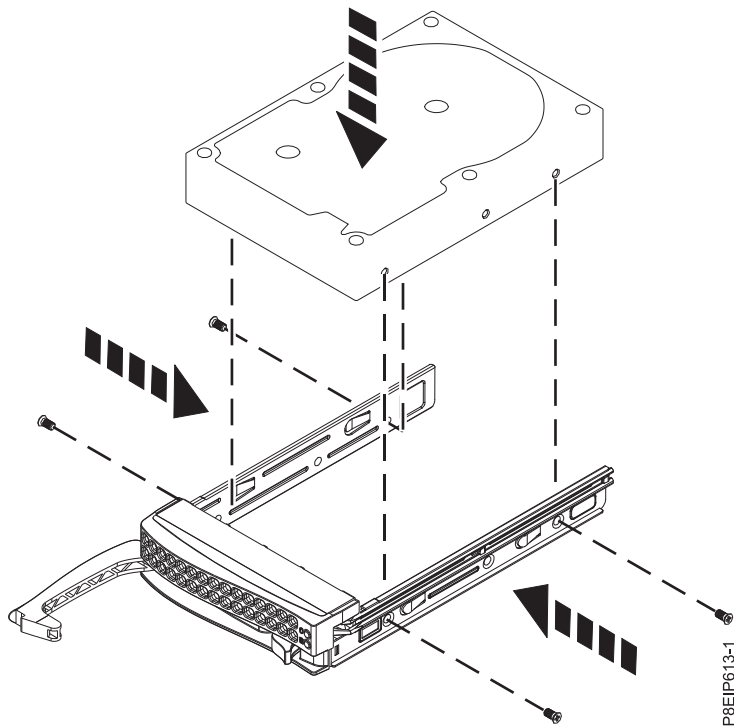

Figure 10. Montage de l'unité de 3,5 pouces dans le tiroir
- Une unité de 3,5 pouces remplit le tiroir, comme indiqué dans la figure 10, à la page 12. Fixez l'unité de chaque côté du tiroir à l'aide de quatre vis (deux de chaque côté).